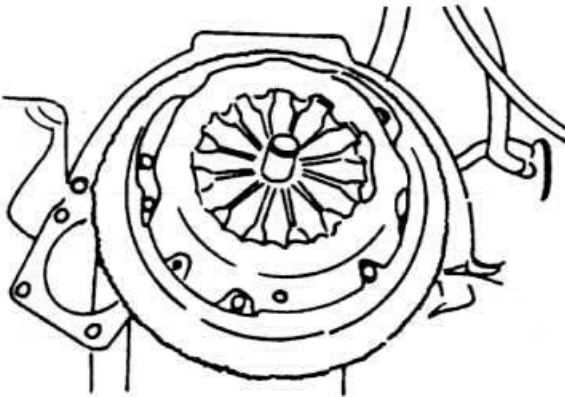

Рис. 3.1
- ◆ Кожух сцепления с нажимным диском надо осадить на центрующих штифтах, находящихся на краю маховика. Болты затягивайте равномерно в несколько этапов (рис. 3.1). При этом надо выдержать рекомендованную в разделе 1.1 величину момента затяжки болтов.